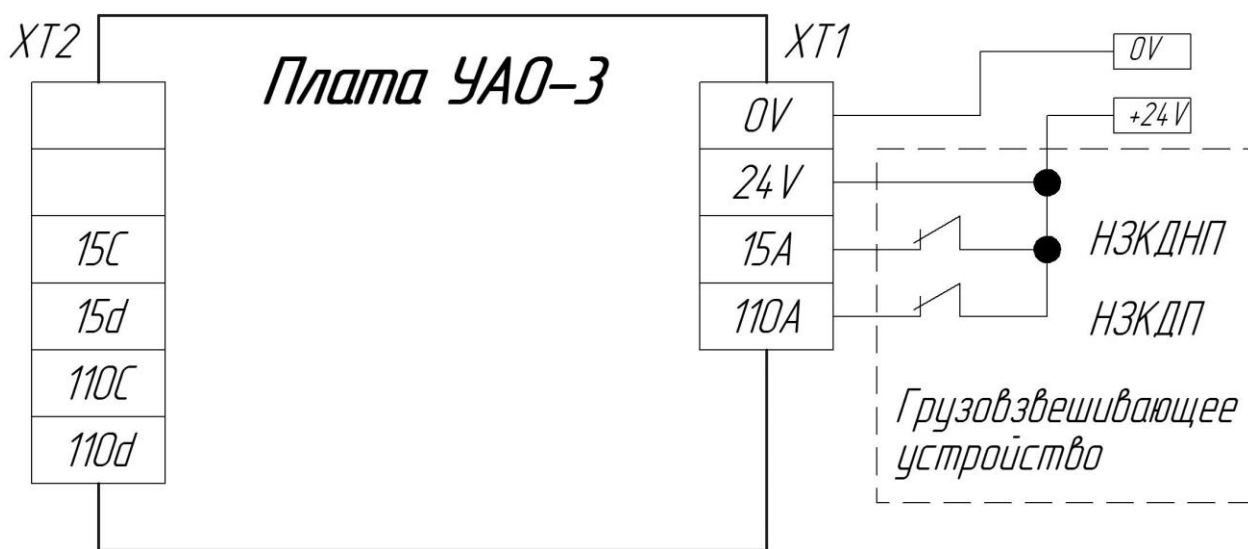

Рис.2. Подключение УАО
4.1.4 Подключить устройство согласно рис.2: